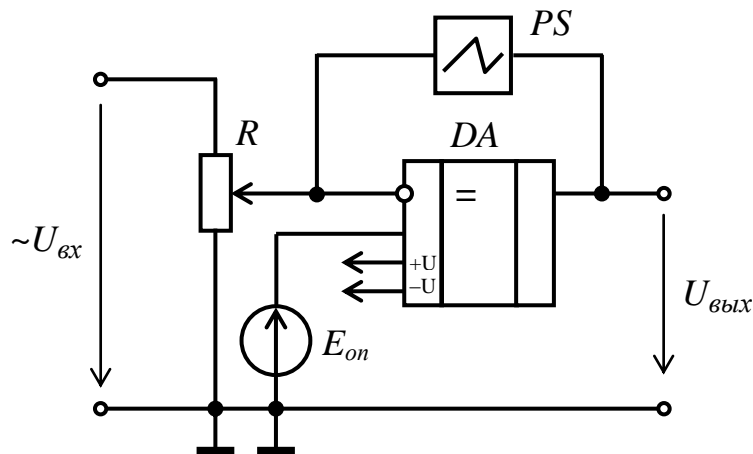

Рисунок 1 – Принципова електрична схема для дослідження компаратора.
- 1.2. Скласти принципову електричну схему для дослідження компаратора (рис. 1).
- 1.2.1 Згідно варіанта (таблиця 1) побудувати графік залежності  $U_{ВИХ} = f(U_{ВХ})$ . Опорна напруга  $U_{ОП}$  подана на неінвертуючий вхід операційного підсилювача, а вхідна синусоїдальна напруга подана на інвертуючий вхід (рис. 1).